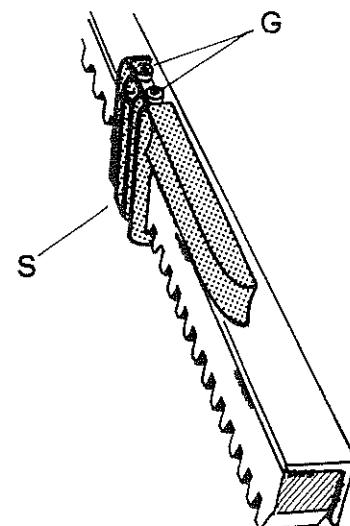

fig. 26
Fissare alla cremagliera le due staffe S di arresto chiusura e apertura mediante gli appositi grani di bloccaggio G (fig. 26) posizionando le stesse rispettivamente con cancello aperto e chiuso di fronte alle leve L di comando di microinterruttore (fig. 27).
Fisex à la crémaillière les deux patins S d'arrêt fermeture et ouverture au moyen de boulons de blocage G (fig. 26) positionner les patins respectueusement portail ouvert et fermer en appui sur le doigt plastique des finds de courses en coupe (fig. 27).
Fasten the two open and close limit switch actuator brackets S to rack with the two special set screws G (fig. 26) positioning them with gate open and closed respectively in front of limit switch control level L (fig. 27).
- Fijar a la cremallera las dos abrazaderas S de parada cierre y apertura por medio de sus espárragos de bloqueo G (fig. 26) posicionando las abrazaderas respectivamente con portón abierto o cerrado, en frente de la leva L de mando microinterrupteur (fig. 27).
Durch die entsprechenden Haltestifte G (abb. 26) die beiden Sperrbügel für die Öffnung und die Schließung S an der Zahnstange befestigen; die Stifte sind bei geöffnetem bzw. geschlossenem Gitter gegenüber dem Hebel L zur Steuerung der Mikroschalter (abb. 27) zu positionieren.